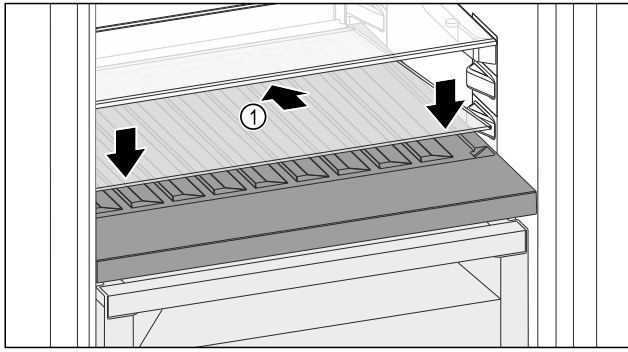

Fig. 140
- ▶ 向后下方倾斜放置玻璃隔板 Fig. 140 (1)。
- ▶ 放低玻璃隔板 Fig. 140 (1) 前部。